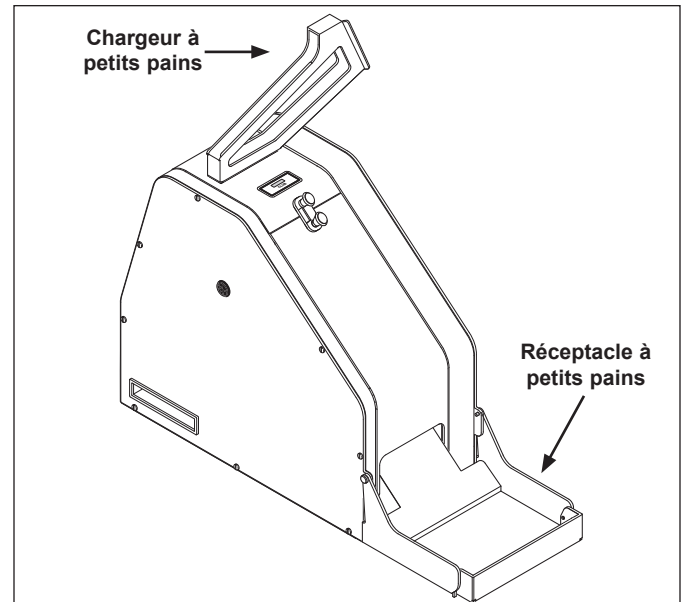

Figure 1. Grille-pain club (CTX-200L)
1. Retirer le CTX-200L (figure 1) et tous les matériaux d'emballage de la boîte d'expédition. Ensuite, ouvrir la boîte d'accessoires et en retirer tout le contenu. Elle devrait contenir les articles suivants :
- 1 chargeur à petits pains (figures 1 et 2)
- 1 réceptacle à petits pains (figures 1 et 2)
Assembler l'appareil tel qu'indiqué aux figures 1 et 2.